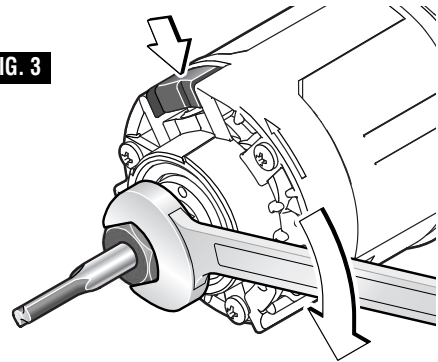

FIG. 3
5. Con la broca de fresadora introducida y el cierre del husillo acoplado, utilice la llave de tuerca para portaherramienta para apretar firmemente el conjunto de mandril portaherramienta en el sentido de las agujas del reloj (visto desde la parte inferior de la fresadora) (Fig. 3).*